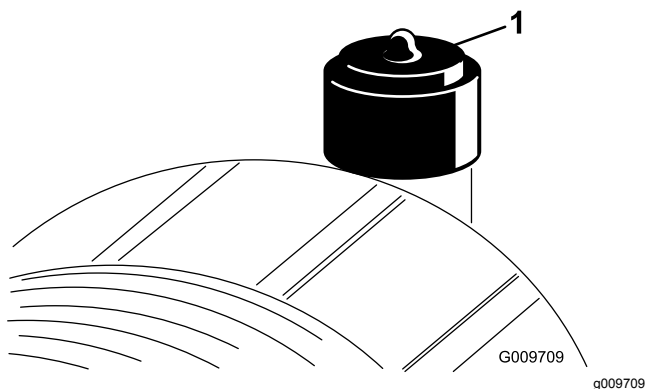

Figura 49
Faça a manutenção ao filtro de ar apenas quando o indicador de manutenção (Figura 49) o exigir. Mudar o filtro de ar antes de ser necessário apenas aumenta a possibilidade de entrar sujeira no motor quando retira o filtro.
10. Reinicie o indicador (Figura 49) se este se apresentar vermelho.